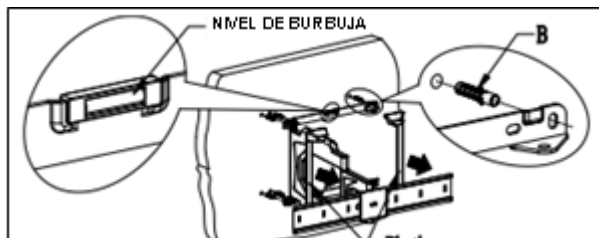

Fig.3.
Coloque los taquetes (B) en los orificios realizados, verifique que estos entren a presión y queden al ras de la pared.Fig.3.